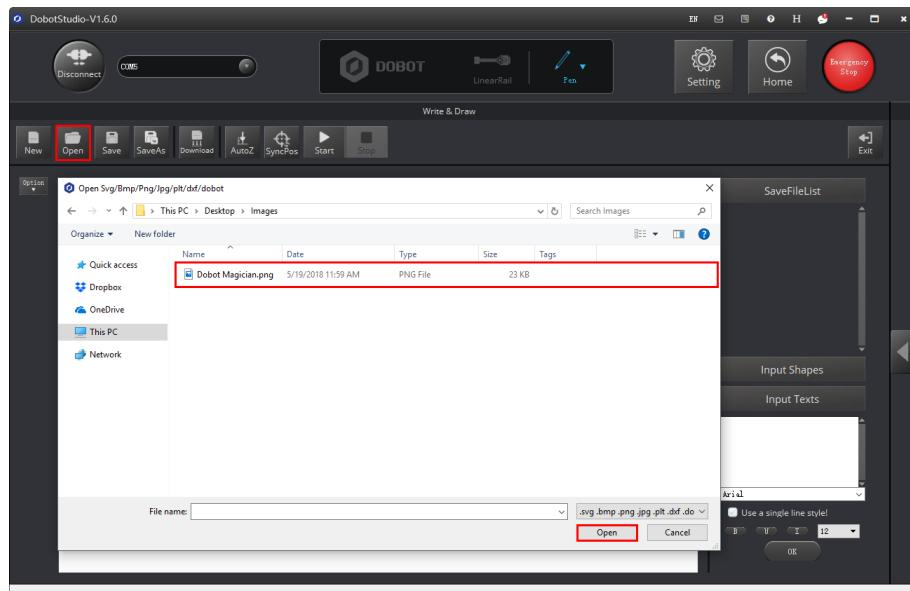
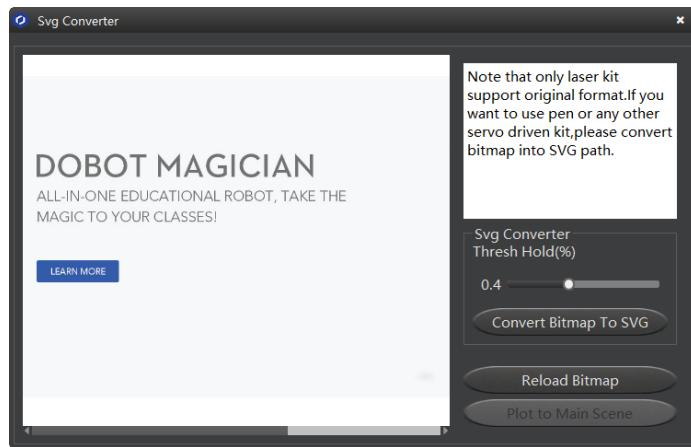

图 5.70 导入图片
图 5.71 转换位图
- 单击“打开”导入图片，比如BMP、JPEG和PNG，将其转换成DobotStudio可识别的SVG文件。如图 5.70所示。打开图片后，设置好合适的灰度比例，单击“将位图转换成SVG”，自动生成SVG文件，然后单击“置入主界面”可将生成的文件载入写字画画主界面。如图 5.71 所示。